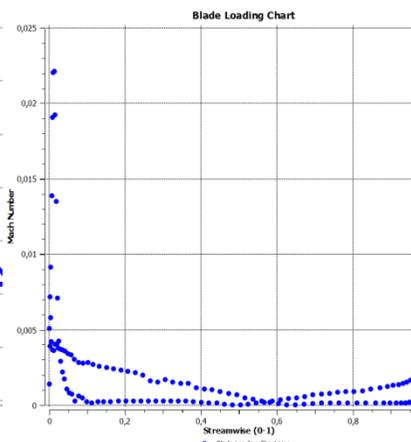

Рис. 7.11. График изменения числа Маха вдоль осевой хорды лопатки в среднем сечении
5. В поле *Y Axis* → *Variable* можно выбрать любой другой параметр, например *Mach Number*, и нажать кнопку *Apply*. На экране график распределения сменится графиком распределения числа Маха вдоль профиля (рис. 7.11).